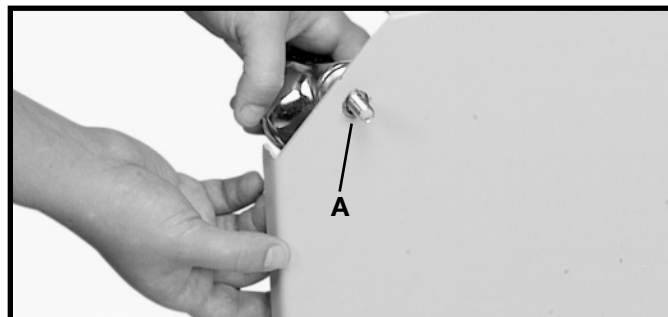

Fig. 3
2. Para cada ruedecilla, introduzca el perno de la ruedecilla en los agujeros (A), Fig. 3, que están en la base del colector de polvo (tres de ellos no se muestran).